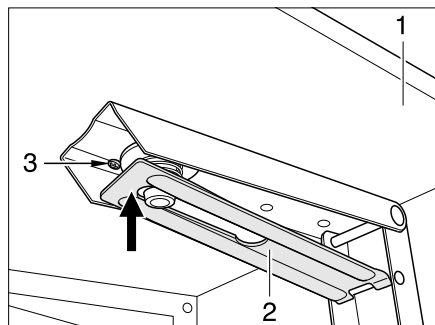

Bild 63 Stütze Sitzbankverlängerung
- Die Sitzbankverlängerung (Bild 63,1) nach oben klappen. Die Stütze (Bild 63,2) rastet selbsttätig ein.
- Die Stütze (Bild 63,2) gegen den Widerstand der Spiralfeder (Bild 63,3) in Pfeilrichtung nach oben drücken. Die Sitzbankverlängerung ist entriegelt.